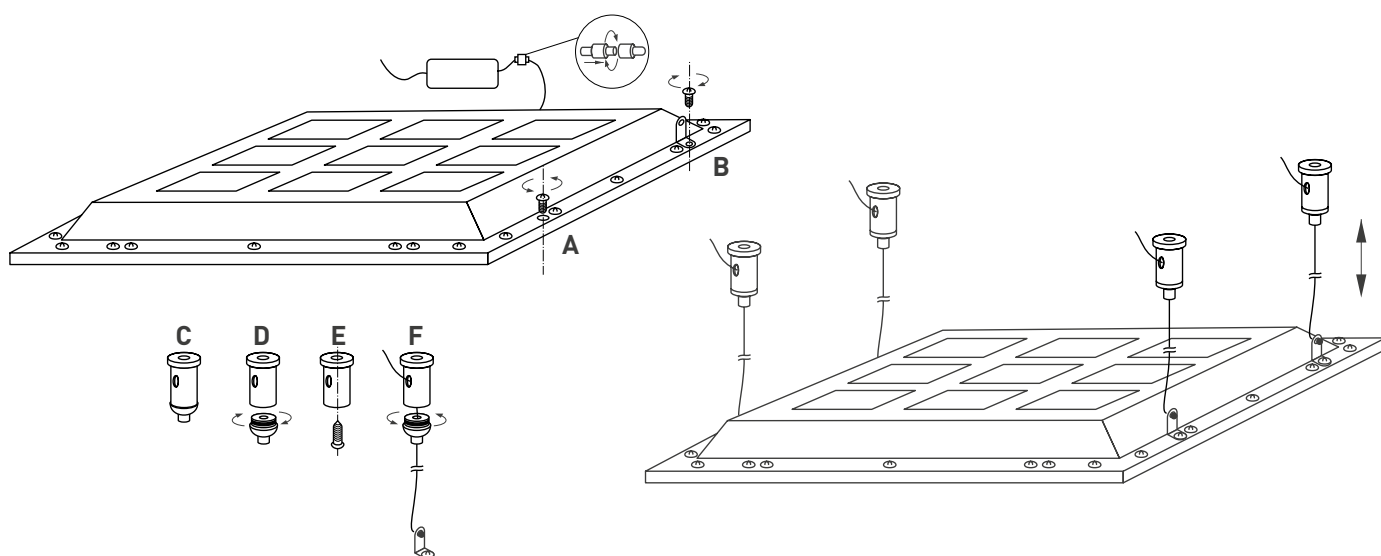

Рисунок 3. Установка и подключение светильника
- Закрепите на светильнике 4 уголка, используя усиленные винты из комплекта поставки подвешного крепления (см. рис. 3).
- Проденьте в свободные отверстия уголков тросы до бобышек (рис. 3, поз. F).
- Закрепите на поверхности потолка 4 цанговых держателя, для этого сам механизм цангового зажима необходимо предварительно вывернуть по резьбе из обоймы, как показано на рис. 3 (позиции С-Е).
- Закрепите обоймы к потолку. Для крепления используйте комплектные дюбели и шурупы (поз. Е, рис. 3).
- Проденьте трос в цанговый держатель на длину 30-50 мм, проденьте свободный конец троса в боковое отверстие обоймы и заверните в нее цанговый зажим с тросом (рис. 3, поз. F).